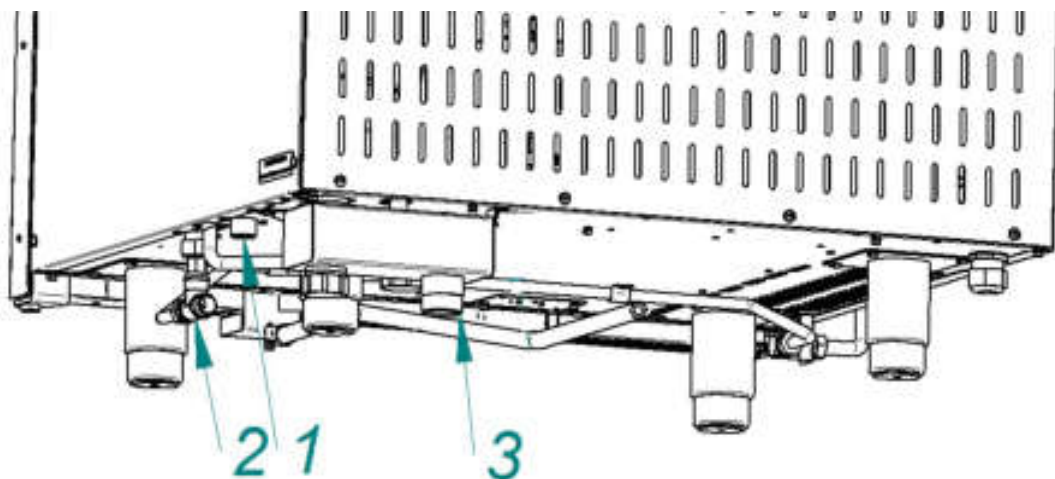

Рис. 4. Подключение к системе водоснабжения
- G3/4" (см. рис. 4 поз. 1 (наружная резьба)) – подача воды в духовку. Подключение выполнить только через водоумягчительную установку (водородно-ионного обмена). Рекомендуется использовать фильтр BRITA PURITY C300 Quell ST.
- G1/2" (см. рис. 4 поз. 2 (наружная резьба)) – душевому устройству и охлаждение коробки слива. Допускается подключать к неподготовленной воде
- используя шланг из комплекта поставки, подключить пароконвектомат к системе канализации (см. рис. 11). Шланг подключить через штуцер с резьбой G1 1/4" (рис.4 поз.3). Подключение к канализации выполнить с разрывом струи не менее 20мм от верха приемной воронки (СНиП 2.04.01-85 п. 17.11).